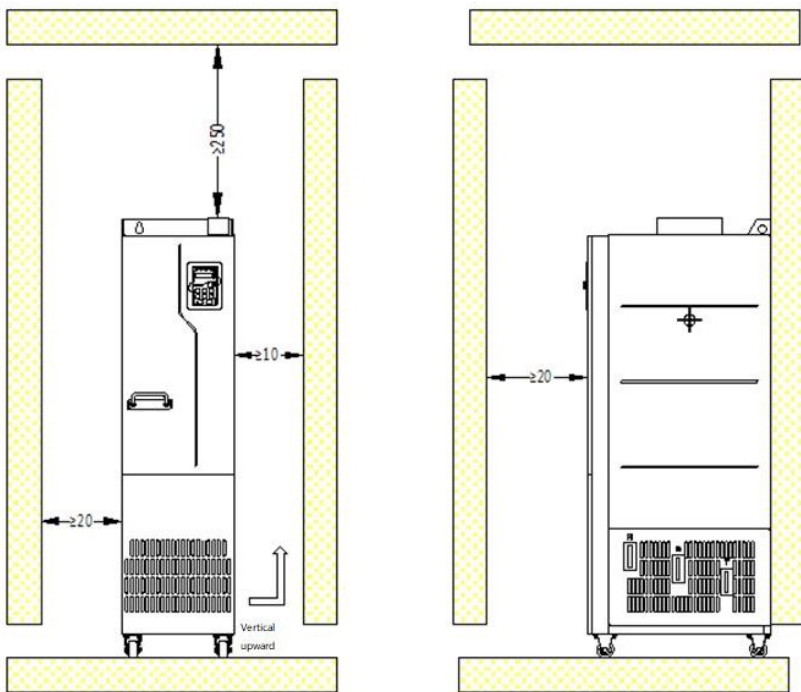

Figura 4-9 Requisitos de espaço de montagem
- ✧ A Figura 4-9 mostra o espaço de montagem. Você não só precisa reservar espaço suficiente para dissipação de calor para o VFD, mas também precisa considerar a condição de dissipação de calor para outros dispositivos na instalação.